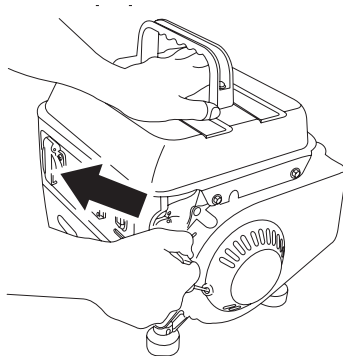

Рис. 6
- Запустите двигатель. Будьте внимательны! При вытягивании шнура стартера шнур может создавать отдачу. Возьмитесь за ручку шнура стартера. Медленно потяните шнур до возникновения сопротивления со стороны двигателя. Не допуская возврата ручки обратно продолжайте быстро тянуть ручку на полный взмах руки. Медленно (с натягом шнура) верните ручку в начальное положение (рис. 6).